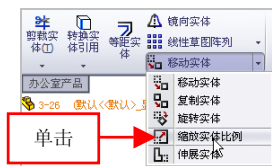

图 3-28 单击【缩放实体比例】按钮
(3) 单击【移动实体】右侧的下拉按钮, 在弹出的下拉列表中, 单击【缩放实体比例】按钮, 如图 3-28 所示。